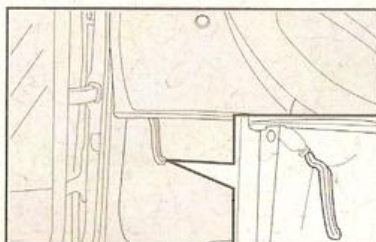

fig. 72
1) Tire de la palanca fig. 72.